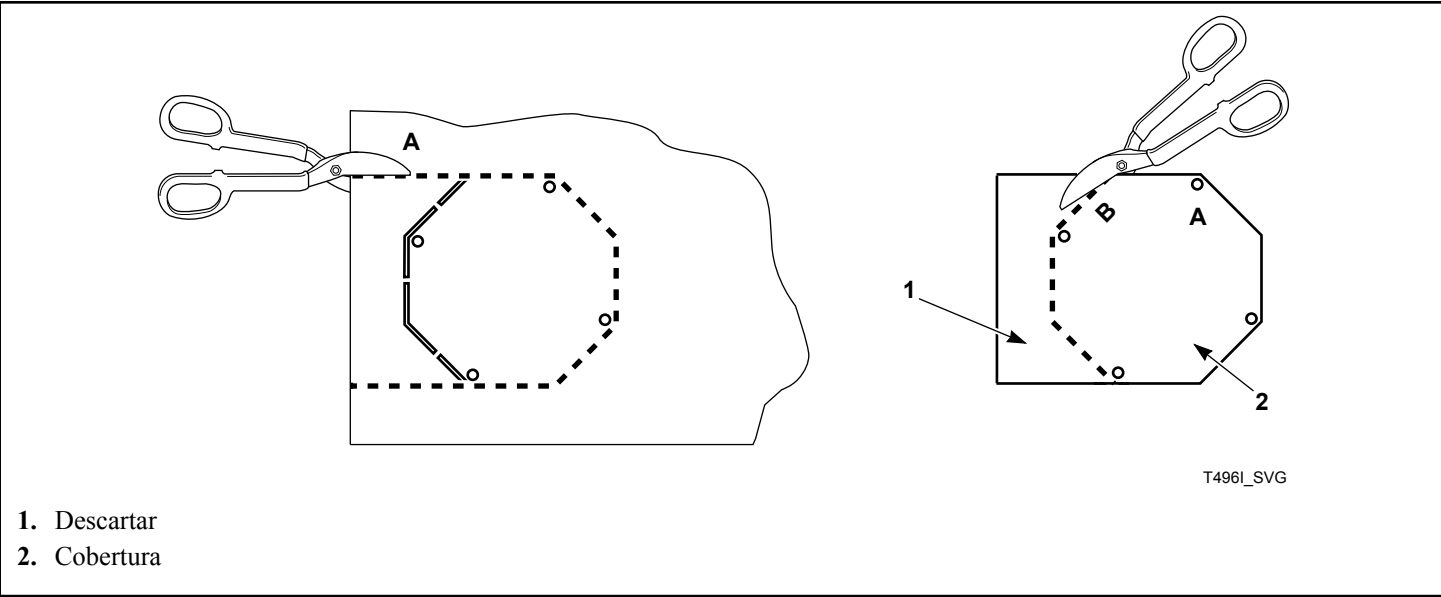

Figura 11
3. Recorte o formato do topo da cobertura da correia. Consulte a *Figura 11*.